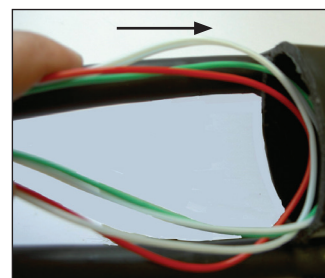

Рисунок 10
2.4.5 Ввести транзитную петлю ОК в овальный патрубок муфты (рисунок 10).